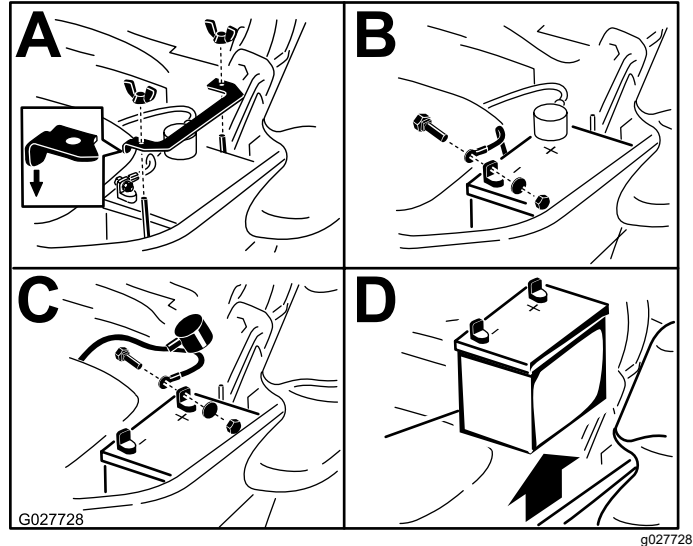

Figura 57
3. Retire la batería, según se muestra en Figura 57.